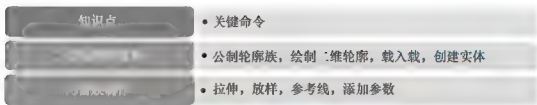

图 1.173 知识体系
(1) 对照图 1.173 所掌握的知识体系，并与同学相互交流、研讨个人对